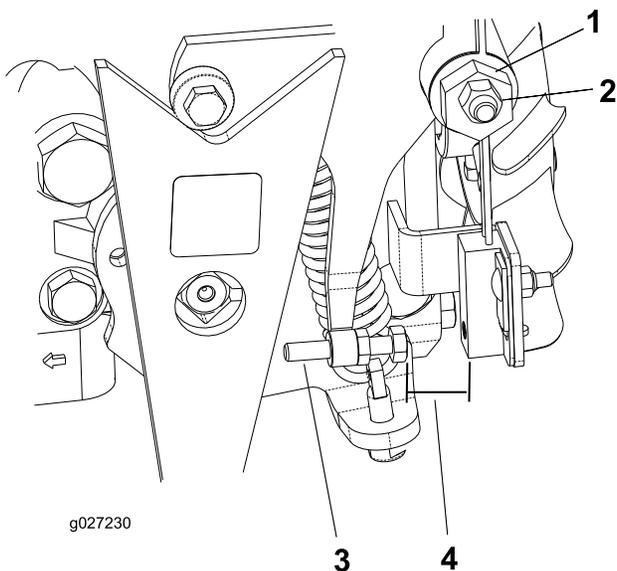

Figure 37
5. Démarrer le moteur et tournez l'hexagone de la came (Figure 37) dans un sens puis dans l'autre pour déterminer la position centrale de la course de réglage du point mort.
3. Ajustez la vis jusqu'à obtention d'un écartement de 0,8 à 2,3 mm ; voir Figure 37.